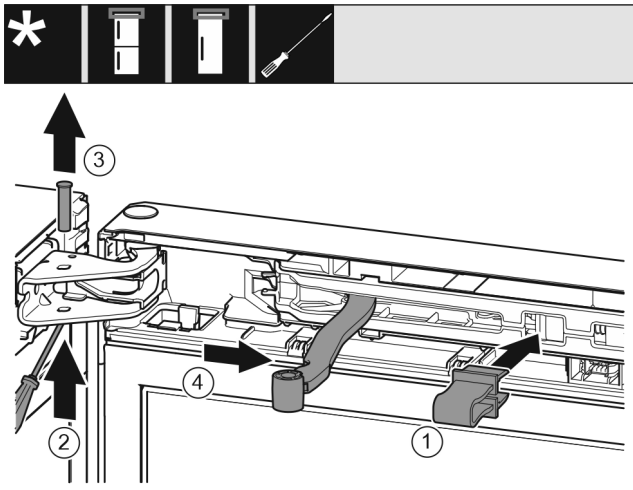

Fig. 10
- Zazębić zabezpieczenie Fig. 10 (1) w otworze.
- Wsunąć sworzeń Fig. 10 (2).
- Wyjąć sworzeń Fig. 10 (3) w górę.
- Obrócić przegub Fig. 10 (4) w kierunku drzwi.